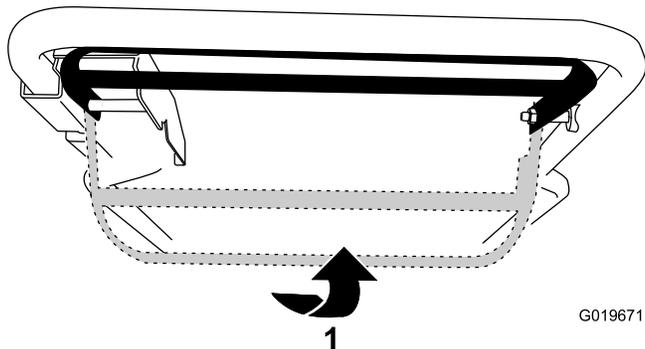

Figura 19
- Per utilizzare la trazione automatica senza inserire le lame, sollevate la barra di comando verso la stegola (Figura 19).
- Per utilizzare la trazione automatica e inserire le lame, fate scorrere la barra di comando fino in fondo a destra e sollevatela verso la stegola (Figura 19).